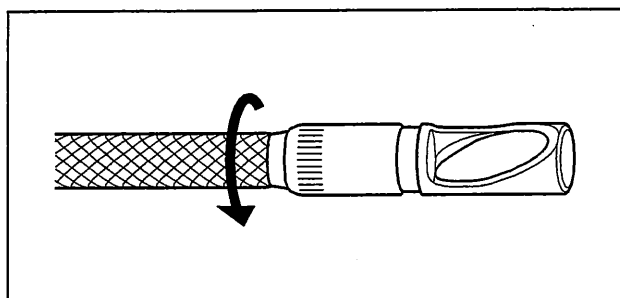

図 3.16
3. 第1ねじ部通過後、側視ミラーアダプター本体を軽く押し込みながら回し、スコープ先端の側視ミラーアダプター固定溝に側視ミラーアダプター内側のツメが噛み合って回転が止まる位置になっていることを確認します（図 3.16 参照）。